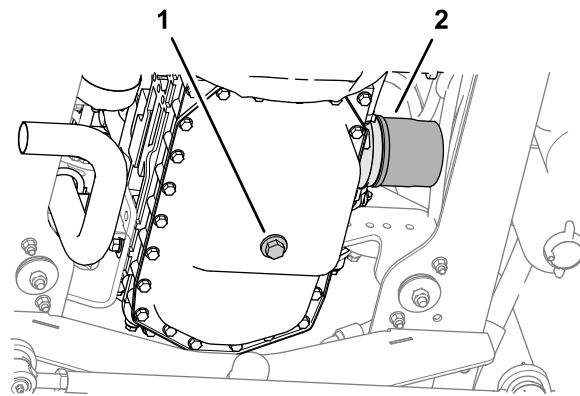

Figura 55
1. Retire o tampão de escoamento e deixe o óleo escorrer para um recipiente adequado (Figura 55).